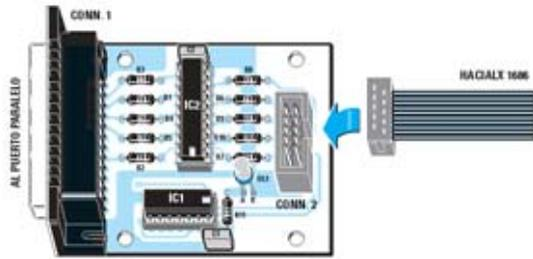

Fig.16 Esquema práctico de montaje de la tarjeta del Programador LX.1685. Esta tarjeta se conecta a través de una manguera de 10 cables a la tarjeta LX.1686.
**LX.1685:** Todos los componentes necesarios para realizar el **Programador CPLD** (ver Fig.16), **incluyendo** circuito impreso, integrados, conector para el puerto paralelo, manguera de conexión de 10 hilos para conectar el programador a la Tarjeta de prueba LX.1686 y el **CD-ROM CDR1685** .....